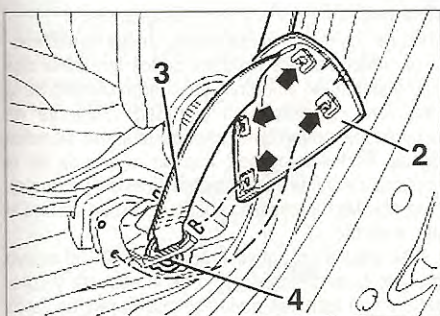

FIG. 10
- Desmontar la tapa lateral (2) del cinturón de seguridad (3) (fig. 10).
- Desmontar el tornillo de fijación (4) del cinturón en la armadura del asiento.